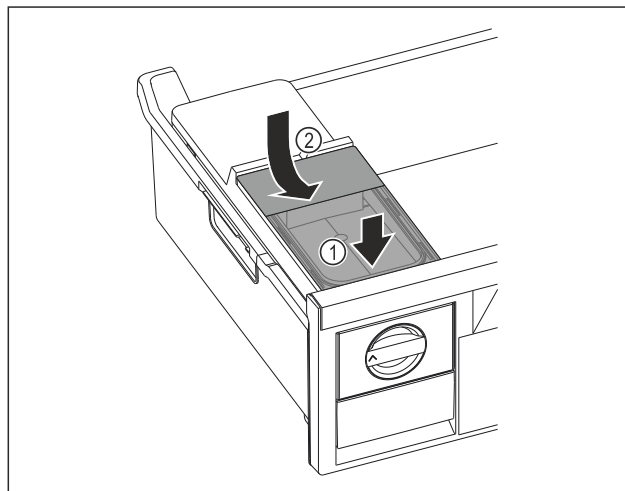

Fig. 73
- ▶ Zbiornik wody wsunąć od przodu. Fig. 73 (1)
- ▶ Zbiornik wody opuścić z tyłu. Fig. 73 (2)